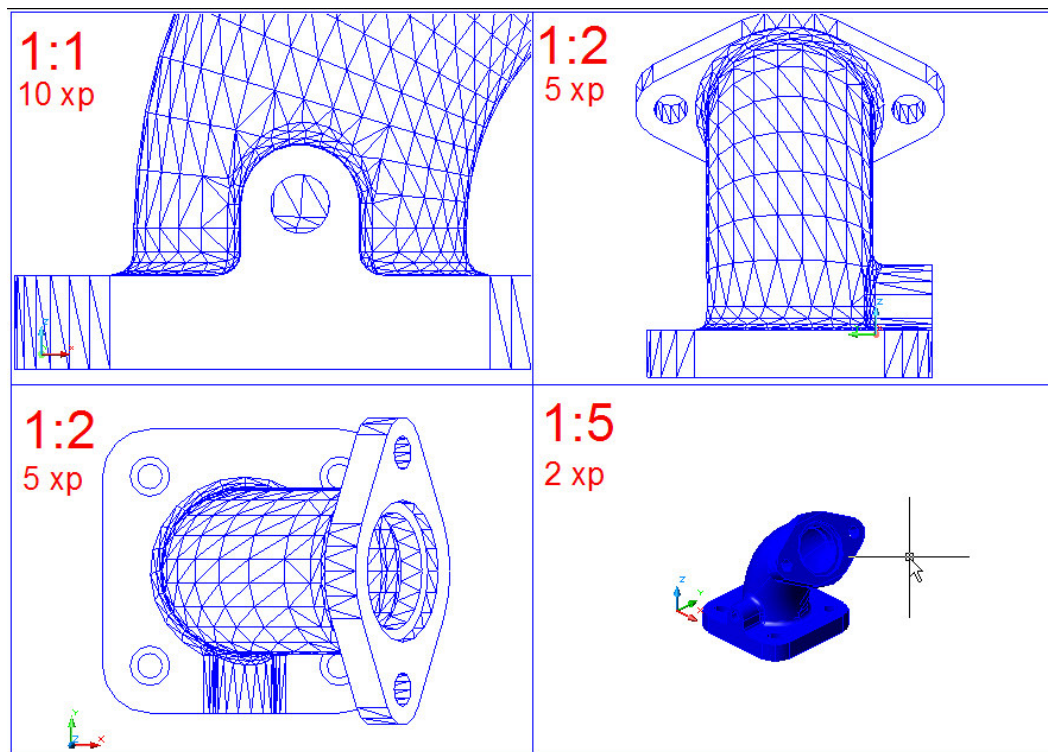

Figura 9.6 - Valori da riportare al comando ZOOM XP per ottenere la scala desiderata.
Il formato della tavola da produrre è **A4** disposta in **orizzontale** con 4 viste alle seguenti scale: **1:1**, **1:2**, **1:2**, **1:5**. La tavola da produrre è esattamente quella in Figura 9.6.
2. Sempre nel disegno `eser_09_01.dwg` definire nella scheda Layout2 le viste secondo le scale indicate in ogni finestra, come nella Figura 9.6 della Guida didattica.